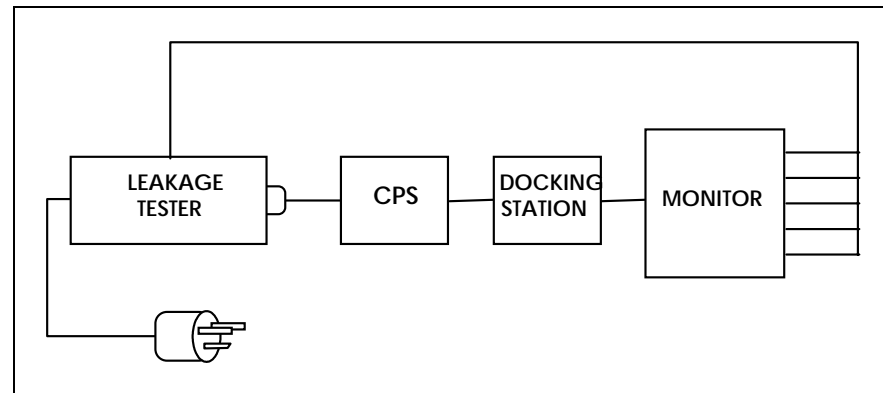
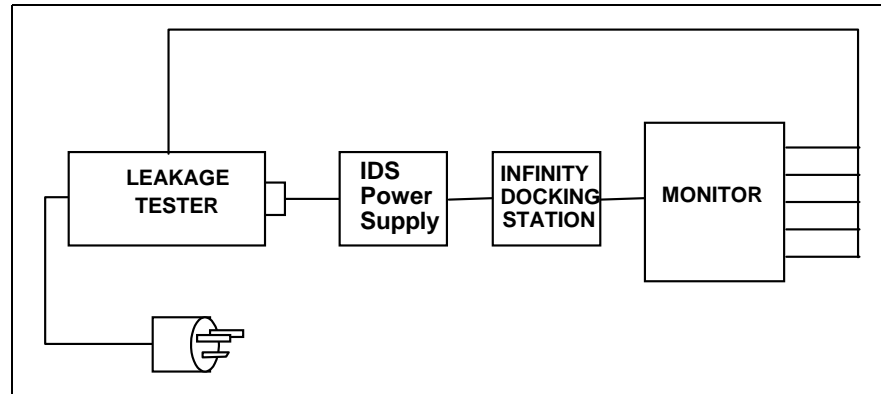

Abbildung 5-3 Blockdiagramm: Erd-Ableitstrom (CPS/Docking-Station)
Abbildung 5-4 Blockdiagramm: Erdungs-Ableitstrom (Infinity Docking-Station)
- 1) Führen Sie Ableitstromtests an einem Monitor der Serie SC 6000 durch, während der Netzadapter, das CPS-Kommunikationsnetzteil (siehe Abbildung 5-3 auf Seite 125) oder IDS-Netzteil (siehe Abbildung 5-4 auf Seite 126) mit dem Ableitstromtester verbunden sind.